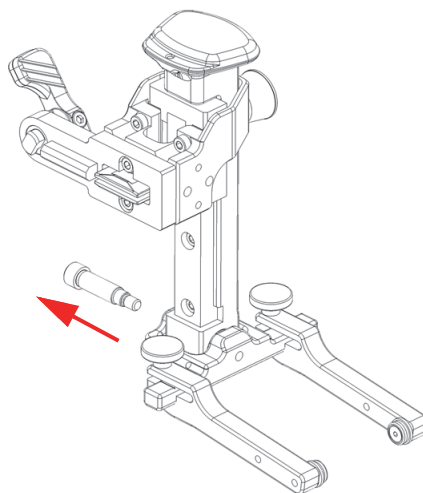

Abbildung 2-22 Schraube vom Schwenkträger des Gabelstücks entfernen
4. Entfernen Sie die Schraube vom Schwenkträger des Gabelstücks mit einem 2,5-mm-Sechskantschlüssel (Abbildung 2-22 auf Seite 52).